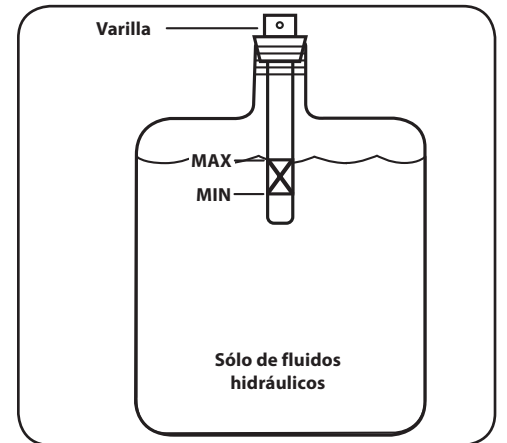

Figura 5-4
12. Si Rellene el depósito necesario dentro del rango marcado en la varilla. Vea la Figura 5-4.